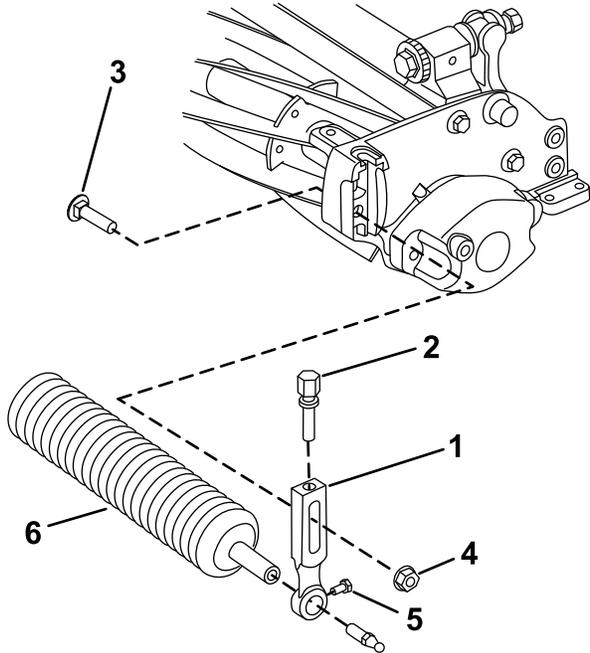

图 2
1. 在滚刀组上旋松将前滚筒两端固定至剪草高度臂的滚筒安装螺丝图 2。
2. 卸下将剪草高度臂固定至滚刀组两端的防松螺栓和法兰锁紧螺母图 2。卸下剪草高度臂和滚筒组件。
3. 从剪草高度臂上卸下剪草高度调节螺丝和滚筒安装螺丝图 2。